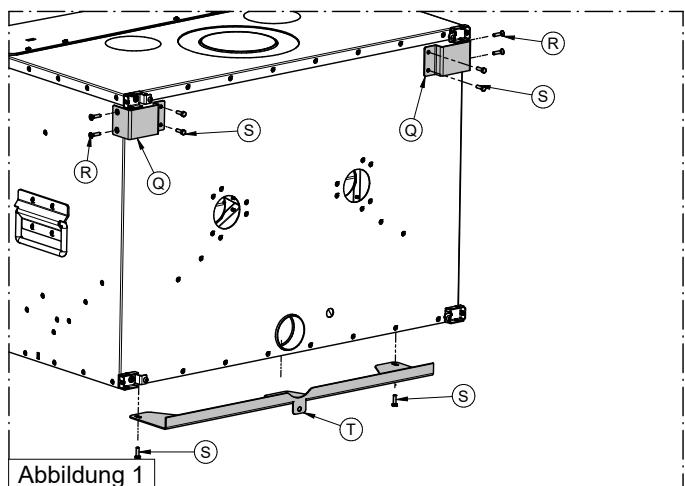
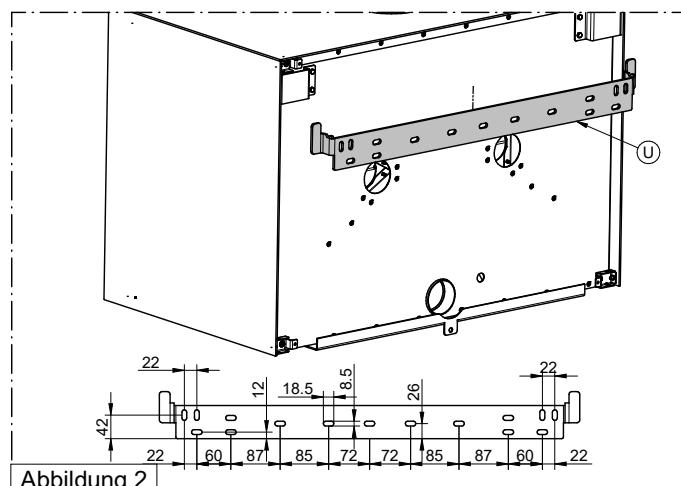
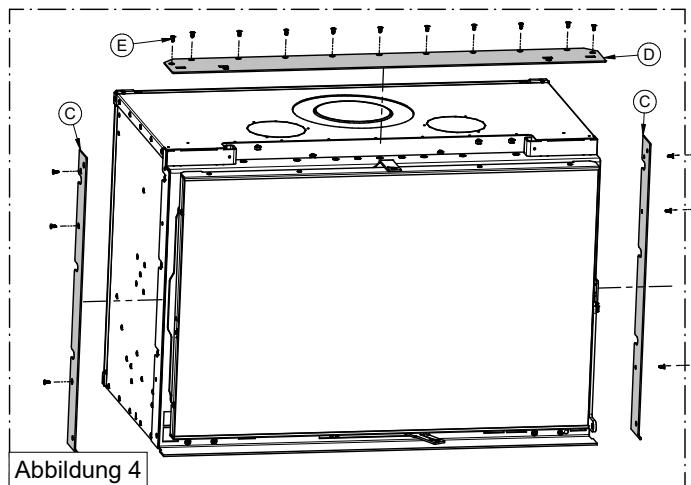

Abbildung 1
Abbildung 2
Abbildung 4
- Die Umreifungsbänder und den Karton entfernen (Abbildung 1).
- Die Schrauben (A) entfernen, mit denen der Einsatz an der Palette befestigt ist (Abbildung 2).
- 1) Den auf dem Einsatz montierten Rahmen (B) entfernen. Dazu die Schrauben (A) lösen (siehe Abbildung 1).
- 2) Den Abschlussrahmen (F) mit Hilfe der zuvor entfernten Schrauben (A) anbringen, siehe Abbildung 2.
- 3) Das untere Profil (E) mit den Bolzen (C) und Muttern (D) auf dem Abschlussrahmen (F) installieren, siehe Abbildung 2.
- 1) Die Gusseisen (A) und (B) von der Oberseite des Einsatzes entfernen, siehe Abbildung 1.
- 1) Gusseisen (A), Isolierung (B), Bolzen (C), Abdeckung (D) und Dichtung (E) entfernen, siehe Abbildung 1.
- 2) Die beiden Gebläse (G) in die Gebläsefächer einsetzen und mit den Schrauben (F) befestigen, siehe Abbildung 2.
ACHTUNG: Alle elektrischen Kabel hinter den Flügeln (H) verlegen und nach unten biegen, damit sie nicht mit den Gebläsen und/oder den Gusseiselementen des Geräts in Berührung kommen, siehe Abbildung 2.
- 3) Das Schalterkabel (L) durch den Kabelkanal an der Vorderseite führen. Die Drähte in der angegebenen Reihenfolge an die Schalteranschlüsse anschließen und ihn dann drücken, bis er an seinem Platz einrastet, siehe Abbildung (3).
- 4) Das Stromkabel (M) des Gebläses durch die hintere Öffnung (A) führen und an die 230V - 50Hz Stromversorgung anschließen, siehe Abbildung 4.
- 1) Die Bügel (A) mit den Schrauben (B) montieren; siehe Abbildung 1.
- 2) Den Bügel (C) mit einer passenden Dübelzahl an der Wand befestigen; siehe Abbildung 2.
- 4) Nun den Einsatz an den wandmontierten Bügel (C) hängen. Den Einsatz beidseitig am Bügel festklemmen, zuerst mit der oberen Schraube (D), damit der Einsatz nicht nach vorne rutschen kann, dann mit der unteren Schraube (D), um ihn festzuklemmen; siehe Abbildung 4.
- 1) Die Tür abziehen und die Stifte (L) und Muttern (I) entfernen, siehe Abbildung 1.
- 2) Das Scharnier (B) durch Entfernen der Schrauben (D) und Unterlegscheiben (C) herausnehmen, siehe Abbildung 1.
- 3) Den Haken (E) durch Lösen der Schrauben (F) entfernen, siehe Abbildung 1.
- 4) Den Griff (O) durch Entfernen der Schraube (P), der Unterlegscheiben (Q, S und N) und der Muttern (M) ausbauen, siehe Abbildung 1.
- 5) Stift (G) durch Lösen der Mutter (H) entfernen, siehe Abbildung 1.
- 6) Alle Teile auf der gegenüberliegenden Seite wieder zusammensetzen, siehe Abbildung 2.
| Figura 1 DX | Abbildung 1 RECHTS |
| Figura 2 SX | Abbildung 2 LINKS |
- 1) Nur wenn Sie das Gerät an der Wand aufhängen wollen, müssen Sie die Halterungen (Q) mit Schrauben (R) und (S) und die Stange (T) mit Schrauben (S) montieren, siehe Abbildung 1. Wenn Sie das Gerät nicht aufhängen wollen, fahren Sie direkt mit dem nächsten Schritt fort.
- 2) Nur wenn Sie das Gerät an der Wand aufhängen wollen, müssen Sie die Halterung (U) gemäß den Anweisungen der in Abbildung 2 dargestellten Schablone an der Wand befestigen und dann das Gerät daran aufhängen. Um sicherzustellen, dass das Gerät perfekt flach an der Wand anliegt, können Sie die Halterung (T) mit den Schrauben (S) nach außen oder innen verstellen (siehe Abbildung 1). Sichern Sie die Halterung (T) mit einem Dübel durch das vorgesehene Loch, damit das Gerät nicht angehoben werden kann. Wenn Sie das Gerät nicht aufhängen müssen, fahren Sie direkt mit dem nächsten Schritt fort.
- 4) Befestigen Sie die Seitenprofile (C) und das obere Profil (D) mit den Schrauben (E), siehe Abbildung 4.